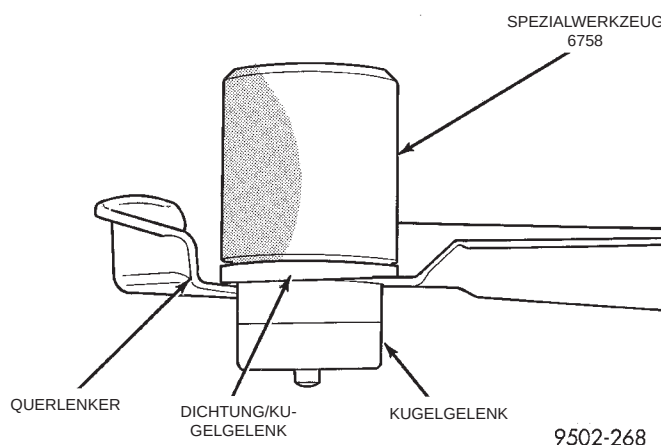

Abb. 114 Dichtung des Kugelgelenks einbauen
(3) Aufnehmer, Spezialwerkzeug 6758, über die Dichtung setzen und korrekt mit der Unterseite der Dichtung ausrichten (Abb. 114). **VON HAND** auf Spezialwerkzeug 6758 drücken, bis die Dichtung bündig an der Oberfläche des Querlenkers anliegt.